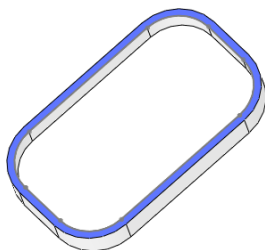

图 6-57 选择要生成凹槽的面
- 04 单击激活【面】拾取栏，然后在模型上拾取要生成凹槽的面，如图 6-57 所示。单击激活【边线】拾取栏，在模型上拾取要生成凹槽的边线，如图 6-58 所示。